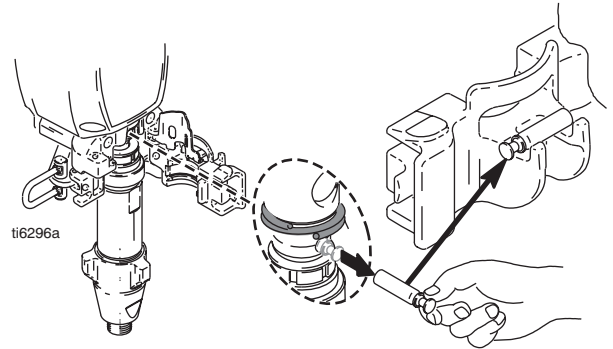

FIG. 23
2. FIG. 23. Pare o pistão com a biela na posição mais baixa.
- 10. FIG. 23. Retire o pino do pistão e coloque-o no respectivo suporte.